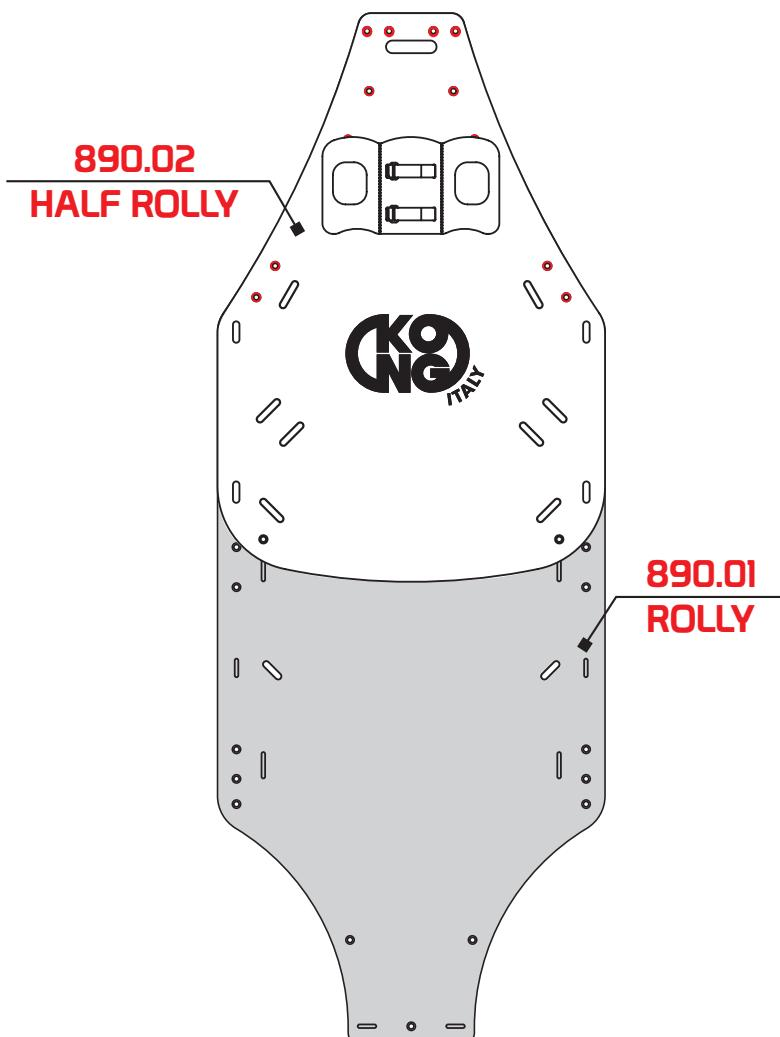
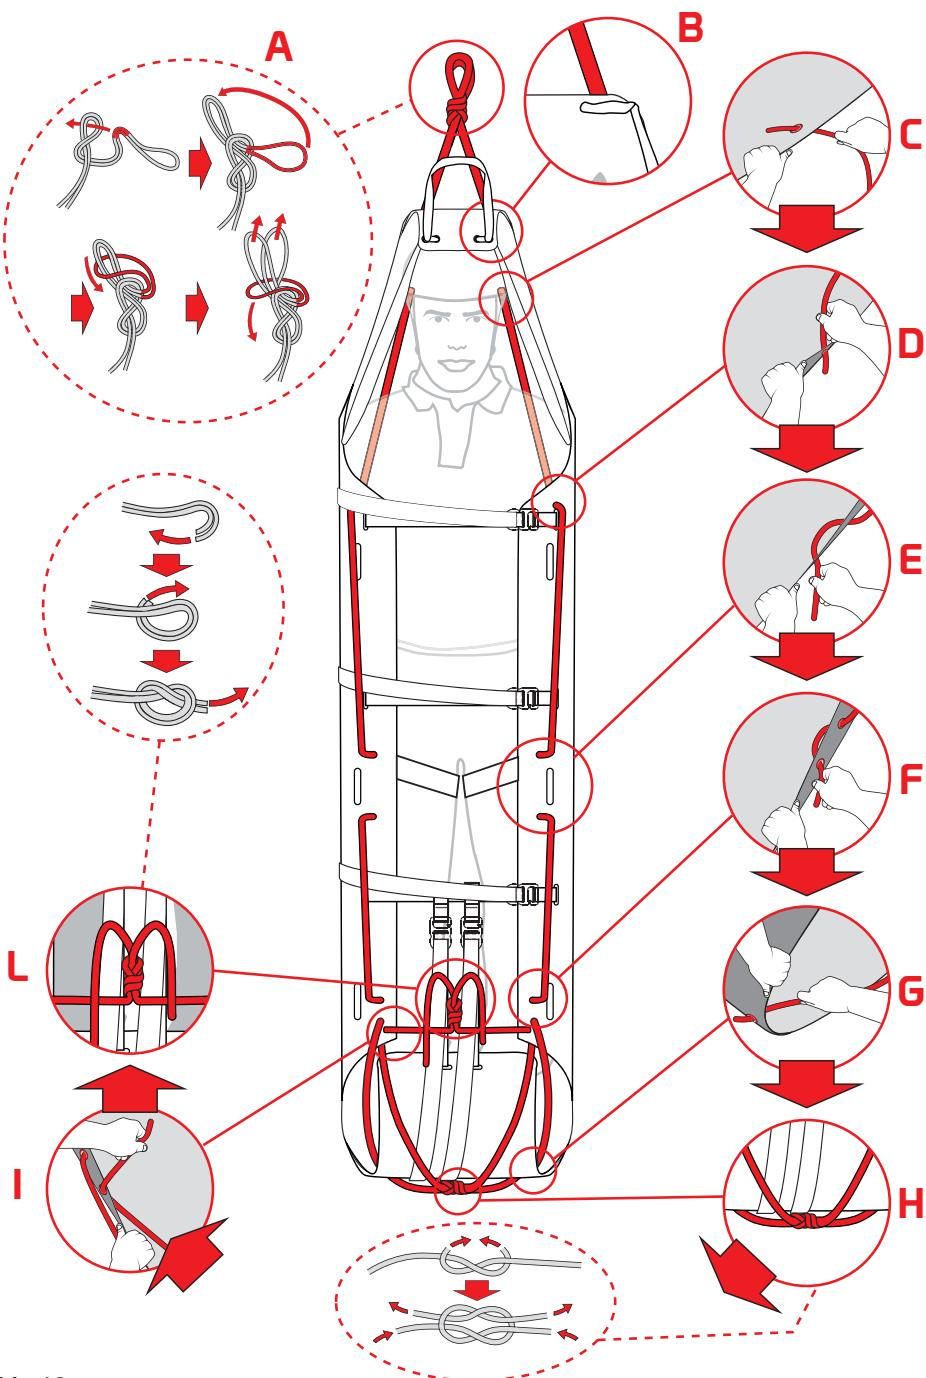

Abb. 18
Abb. 19
- b darauf die Rettungstrage „**HALF ROLLY**“ mit dem immobilisierten Patienten legen und prüfen, dass die Löcher (Abb. 18) übereinstimmen und das Seil (M) einlegen – Abb. 19.